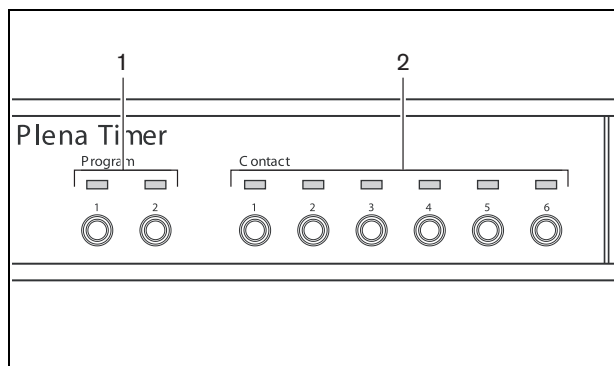

Abbildung 4.2: Leuchtdioden an der Frontplatte
Bei aktivierter Netzstromversorgung (oder Notstromversorgung) leuchten die Program-LED (1) und Contact-LED (2) an der Timer-Frontplatte kurz während des Einschaltvorgangs auf und das Hauptdisplay wird aktiviert (siehe Abbildung 4.2).